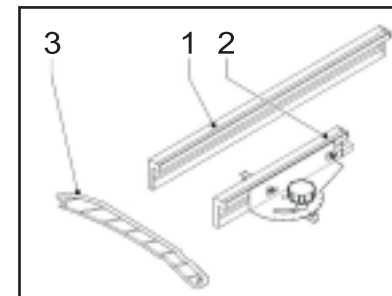

Рис. 4
### **8.1 Для циркулярной пилы.(рис.4)**
Для осуществления распилов заготовки под углом отличным от  $90^{\circ}$  применяется упор для косого и поперечного пиления 2 (рис. 4).
7.7 Использование специального упора (рис. 4).